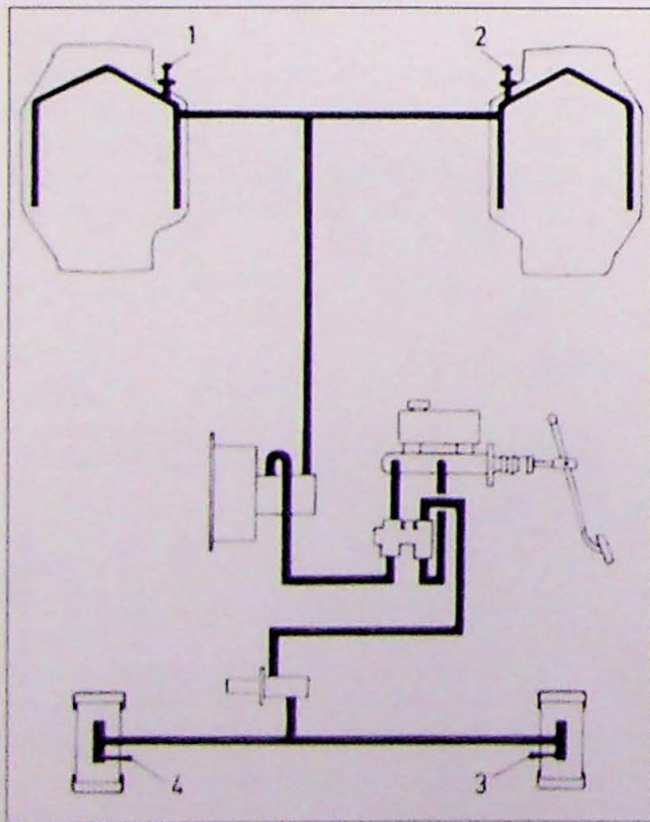

Fig. 11.20. Ontluchttingsvolgorde (enkel systeem) B18
4. De volgorde van ontluuchting wordt aangegeven in Fig. 11.20 en 11.21. Verwijder het beschermingshoedje en zet de ringsleutel en de plastic slang op de ontluuchtingsnippel. Laat de opening van de plastic slang onder het vloeistofniveau in de gla-